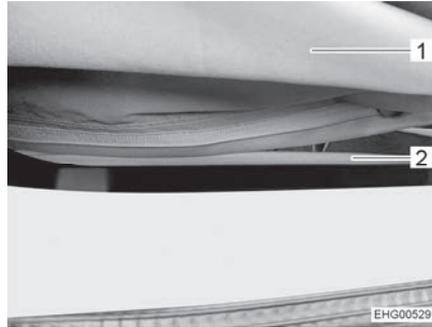

Fig. 59 Cremallera
- Abrir la cremallera (Fig. 59,2) en la parte inferior del fuelle (Fig. 59,1) completamente.